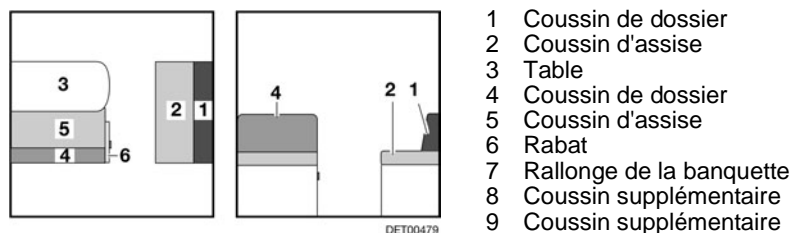

Fig. 119 Avant la transformation
- Agrandir la table (Fig. 119,3) et la transformer en sommier de lit (voir paragraphe 7.7).
- Tirer la poignée et ouvrir le portillon (Fig. 119,6).